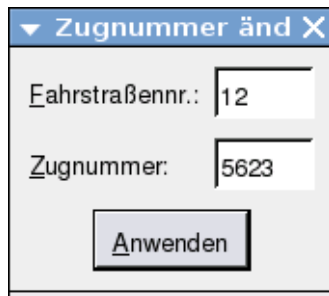

Abbildung 7-1. Zugnummerneingabe
- über ein Schnellzugriffsfenster (Abbildung 7-1), das sich über die Werkzeugleiste (Symbol mit Zugnummer) öffnen läßt. Dieses Fenster ist nicht modal, kann also im laufenden Betrieb ständig geöffnet bleiben, um bei Bedarf schnell Eingaben entgegenzunehmen. Die angesprochene Fahrstraße wird anhand ihrer Identifikationsnummer eindeutig zugeordnet. Diese Nummer muß als gültiger Wert vorhanden sein und darf tatsächlich auch nur von einer einzigen Fahrstraße genutzt werden. Ist das Versenden von CRCF-Daten aktiviert, erfolgt bei der Zugnummernzuweisung auch der Versand einer entsprechenden Standardnachricht, so dass eine Zugsteuerung auf die Nummernzuweisung entsprechend reagieren kann.